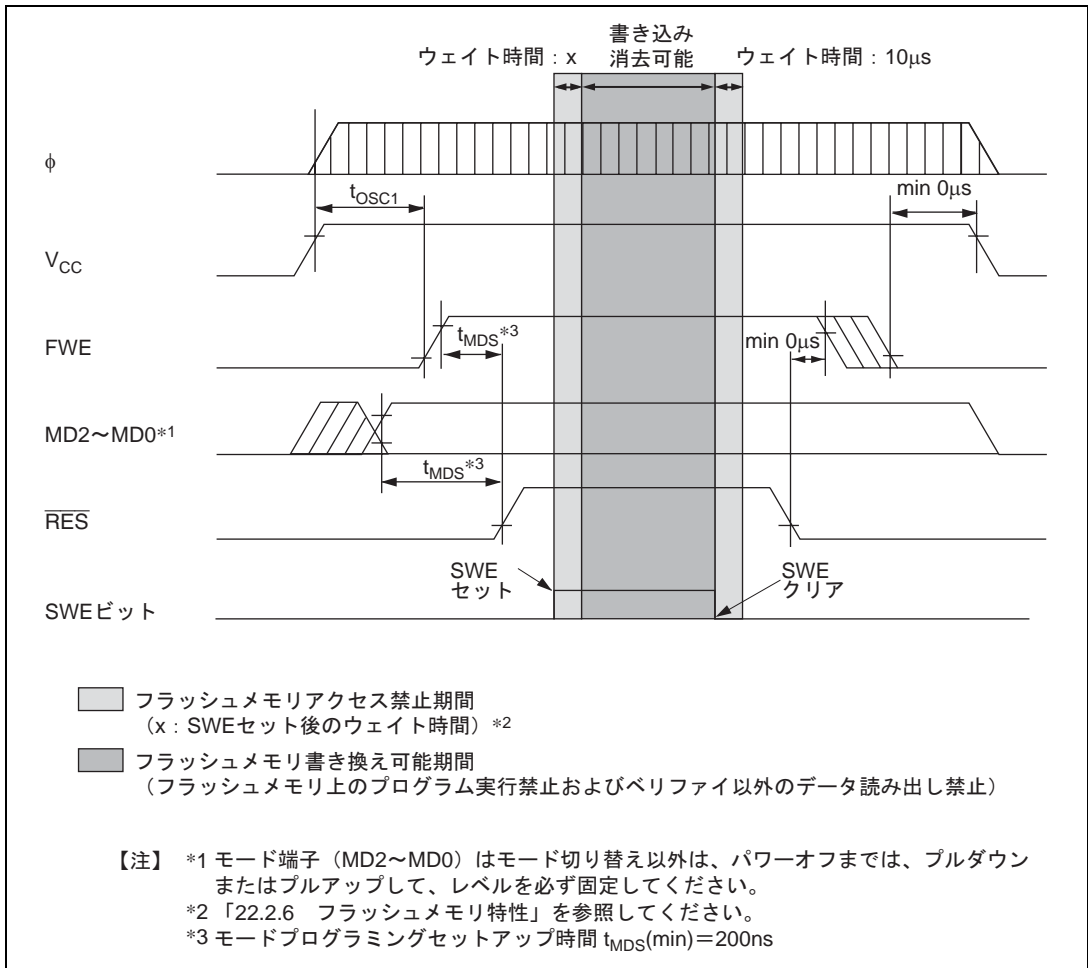
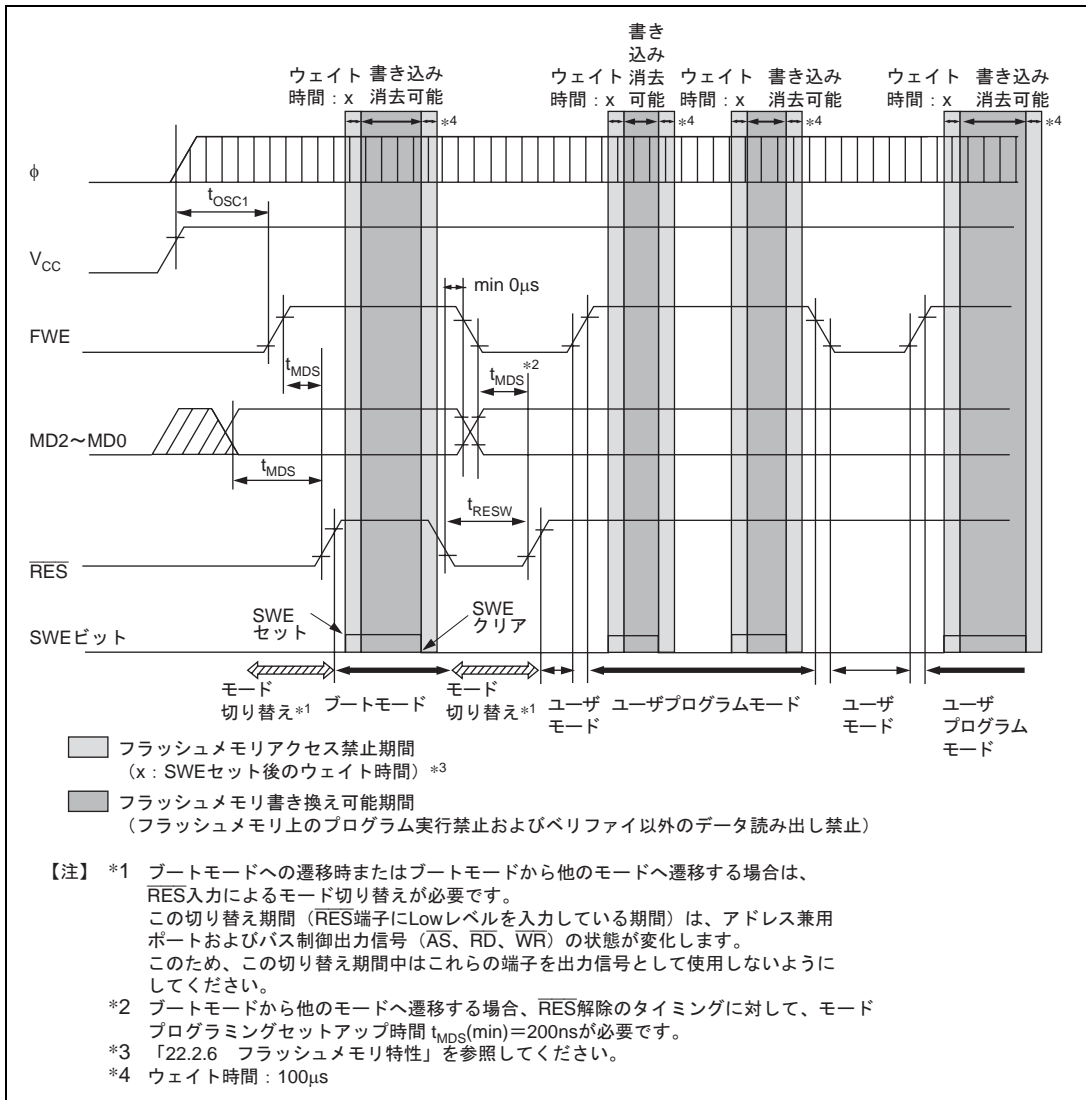

図 19.86 電源投入/切断タイミング (ブートモード)
図 19.88 モード遷移タイミング
(2) 電源投入 / 切断時の注意 (図 19.86 ~ 図 19.88 参照)
(3) FWE の印加 / 解除の注意 (図 19.86 ~ 図 19.88 参照)